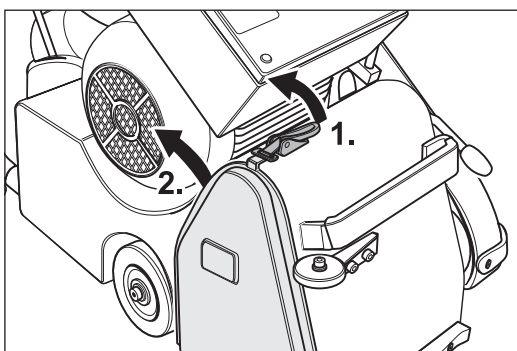

Abb. 67 Den Deckelverschluss öffnen (1.) und das Abdeckblech entfernen (2.).
- 3 Öffnen Sie den Deckelverschluss (Abb. 67, 1.) und nehmen Sie das Abdeckblech an der rechten Seite des Maschinengehäuses ab (Abb. 67, 2.).